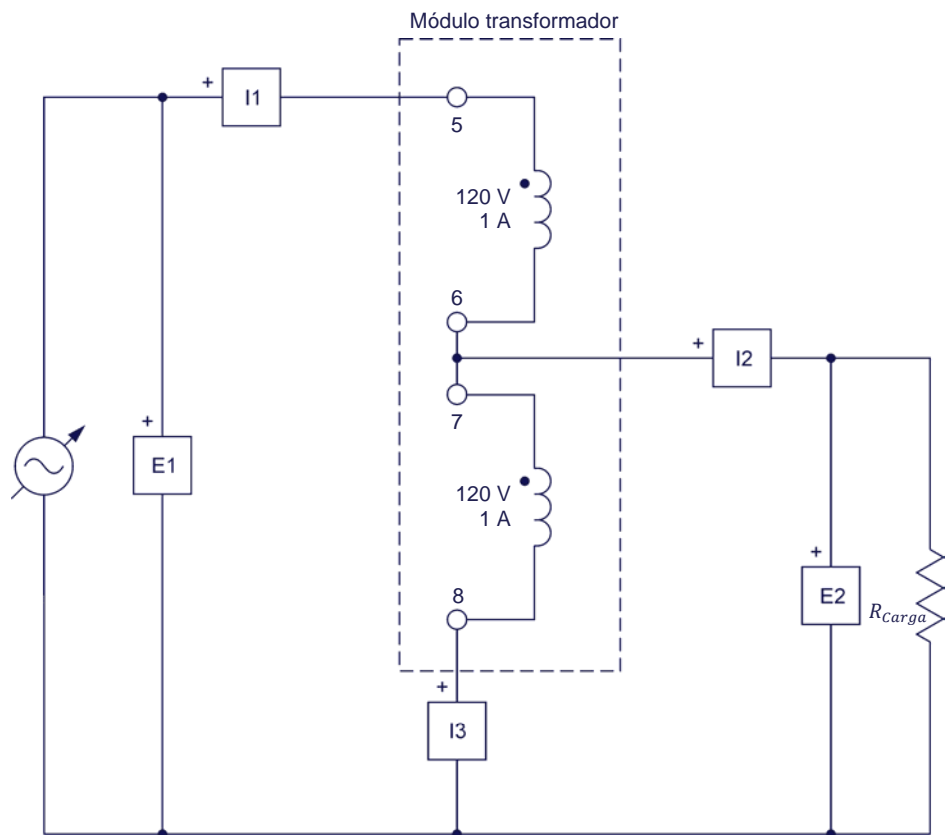
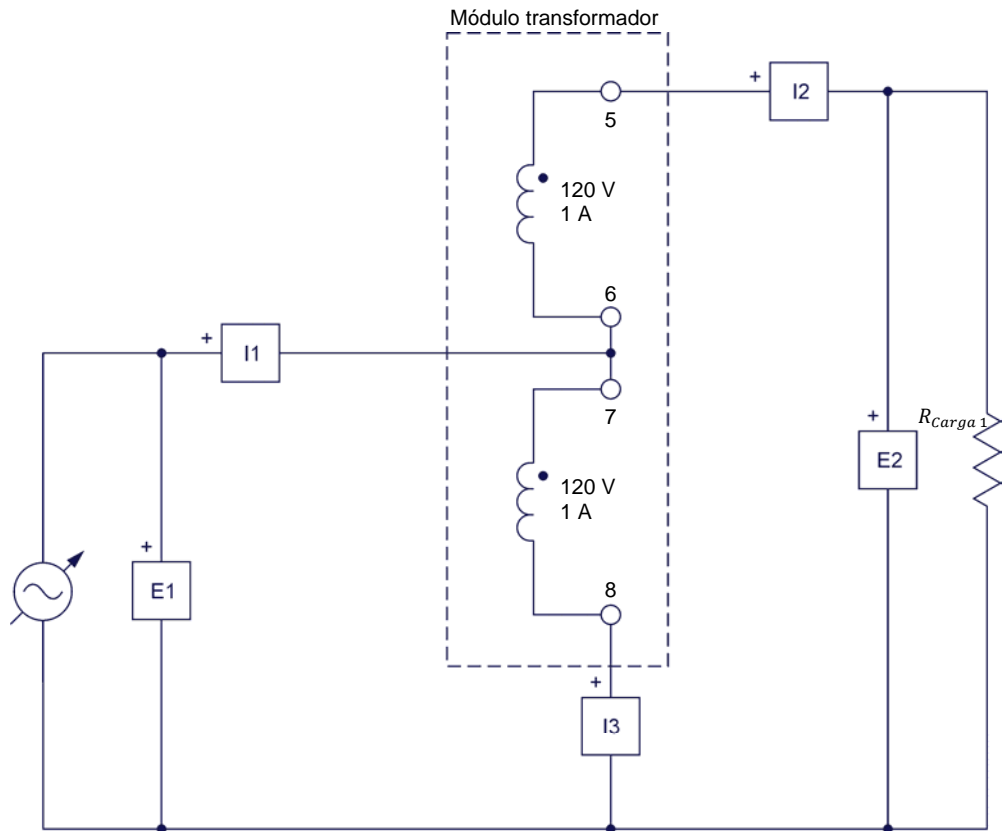

Figura 41. Autotransformador reductor conectado a una carga resistiva.
Figura 42. Autotransformador elevador conectado a una carga resistiva.
6. Conecte el equipo como se muestra en la figura 41. Observe que, en este circuito, los dos arrollamientos de 120 V – 1 A están configurados en serie aditiva para formar el único arrollamiento del autotransformador.
17. Conecte el equipo como se muestra en la figura 42.
26. Determine cuál sería la potencia nominal de un transformador de potencia convencional de 120 V: 120 V construido con los mismos dos arrollamientos de 120 V – 1 A que los empleados para armar los autotransformadores reductor y elevador de la figura 41 y de la figura 42, respectivamente.